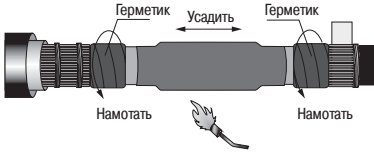

Рисунок 9
4.16 Надвинуть на гильзу трекин-гостойкую трубку (красного цвета) для изолирования гильзы. Установить её по центру гильзы и усадить, начиная с середины и далее в направлении торцов. После усадки трубки по торцам должен быть виден выступивший расплавленный клей (рисунок 9).
4.17 Обезжирить жилы кабеля на расстоянии 100 мм от места отгиба проволок экрана и подмотать 2–3 витка ленты герметика с обоих концов кабеля (рисунок 9).